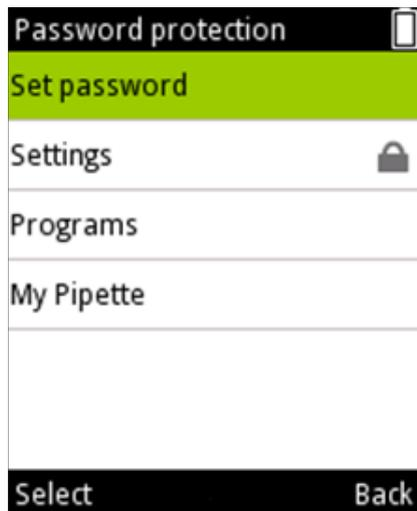

图 D52.
2. 选择 Set password (设置密码) 并按下  (Select (选择)) (图 D52)。